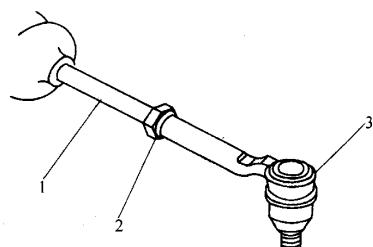

图 1-8 前轮前束的调整
- (1) 拆卸转向横拉杆上的小密封夹。
- (2) 将转向盘调整到正前位置。
- (3) 如图 1-8 所示, 松开拉杆上的六角螺, 旋转转向横拉杆轴以得到合适的前束角。